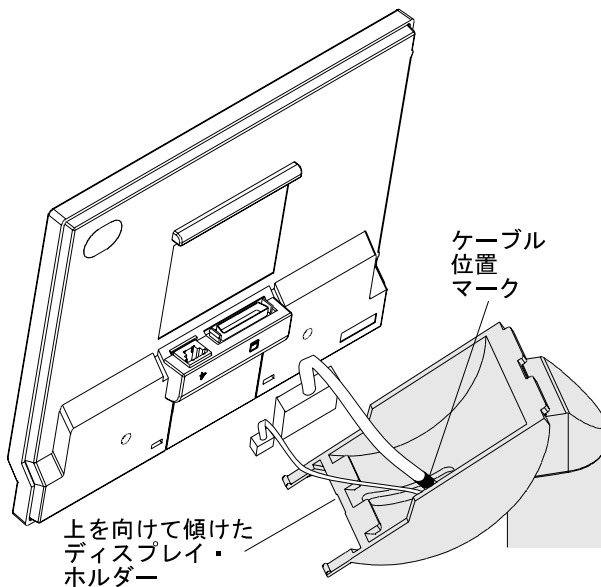

図 1-2. 上を向けて傾けたディスプレイ・ホルダー
- 2 ディスプレイをディスプレイ・ホルダーに取付けてください。図1-2を参照してください。